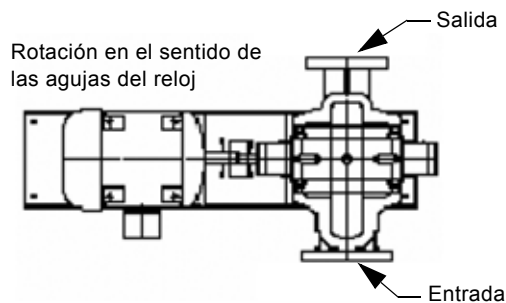

Fig. 10 Vista esquemática de una bomba KP, rotación en el sentido de las agujas del reloj
3. Compruebe la alineación del eje una vez más tras conectar definitivamente las tuberías a la bomba, verificar el cableado del motor, establecer el sentido de rotación correcto y llenar de líquido las tuberías. Consulte las figs. 10 y 11.